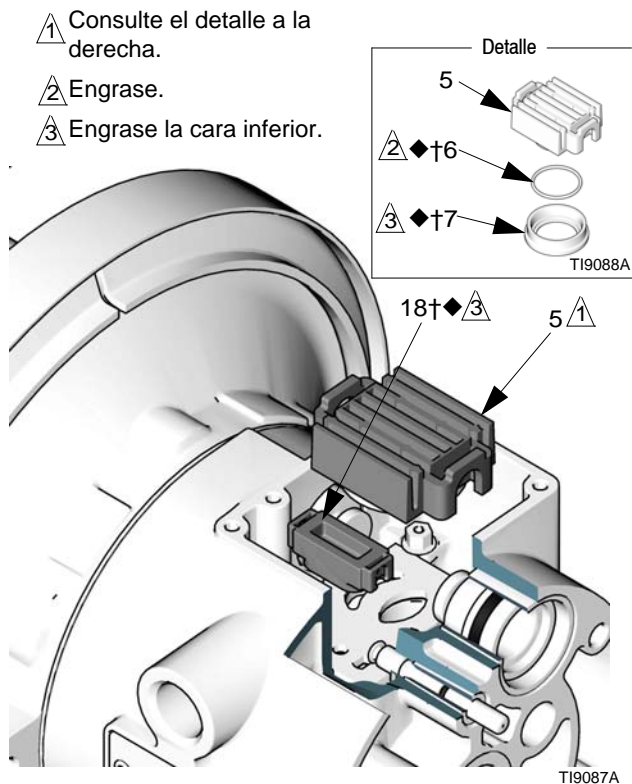

FIG. 6
3. Desplace el carro de la válvula (5) hasta la posición central y extraígalo de la cavidad. Retire el bloque de válvulas (7) y la junta tórica (6) del carro. Con pinzas de puntas de aguja, extraiga el bloque piloto (18) de la cavidad en forma recta hacia arriba. Consulte la FIG. 6.
7. Engrase la cara inferior del bloque piloto (18†◆) e instálelo de forma que las aletas se acoplen en las ranuras de los extremos de los pasadores piloto (16). Consulte la FIG. 6.
8. Engrase la junta tórica (6†◆) e instálela en el bloque de válvulas (7†◆). Presione el bloque en el carro de la válvula (5). Engrase la cara inferior del bloque de válvulas. Consulte la FIG. 6.
9. Instale el carro de la válvula (5) de forma que las aletas encajen en las ranuras del extremo estrecho de los pistones de accionamiento (11). Consulte la FIG. 6.